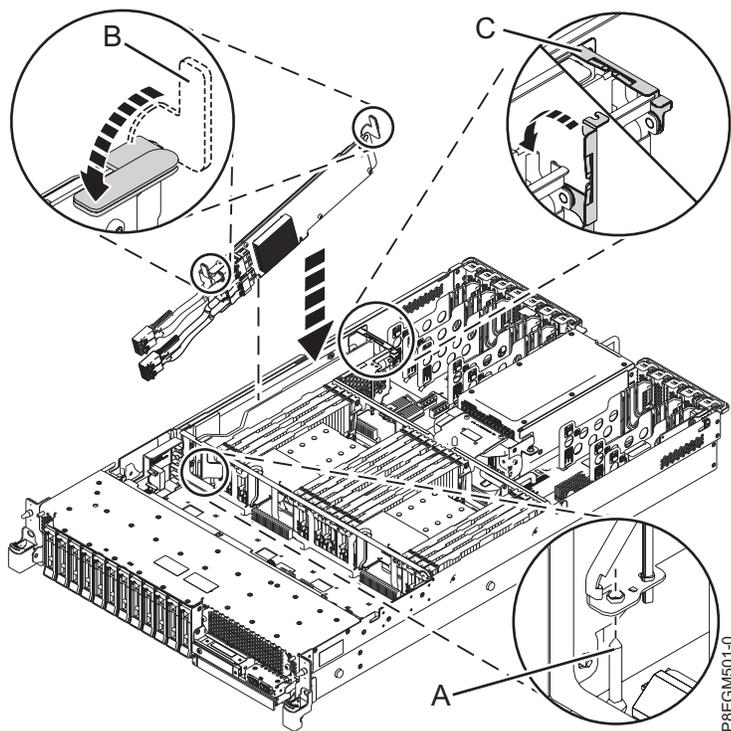

Figura 13. Sustitución del Adaptador interno PCIe3 x8 SAS RAID de 6 Gb
2. Vuelva a conectar los cables SAS frontales al conector frontal P1 o P2 del Adaptador interno PCIe3 x8 SAS RAID de 6 Gb antes de instalar el adaptador, como se muestra en la Figura 13 en la página 16. Empuje el conector del cable hasta que el pestillo del conector haga clic.
4. Complete la instalación del Adaptador interno PCIe3 x8 SAS RAID de 6 Gb encajándolo en su sitio. Asegúrese de que el adaptador esté instalado en la patilla (A). Presione hacia abajo el borde central superior de la tarjeta para fijarla firmemente al conector de la placa posterior del sistema, como se muestra en la Figura 13 en la página 16.
5. Empuje las asas azules (B) en el sentido que se muestra en la Figura 13 en la página 16.
6. Empuje la pieza de retención de cable (C) en el sentido que se muestra en la Figura 13.